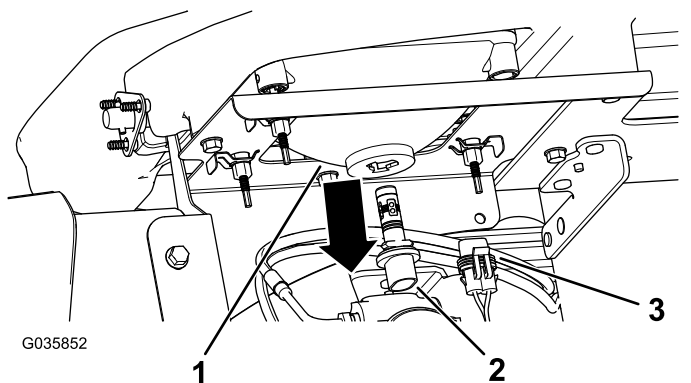

图 49
3. 从大灯外壳后面灯总成的接头断开线束的电气接头 图 49。
4. 将灯总成逆时针旋转 $\frac{1}{4}$ 圈然后向后移动移出大灯外壳 图 49。
5. 插入新灯总成和大灯外壳将灯总成上的标签与大灯外壳中的槽对齐 图 49。
6. 将灯总成顺时针旋转 $\frac{1}{4}$ 圈进行固定 图 49。
7. 将线束的电气接头与新灯总成的接头连接 图 49。